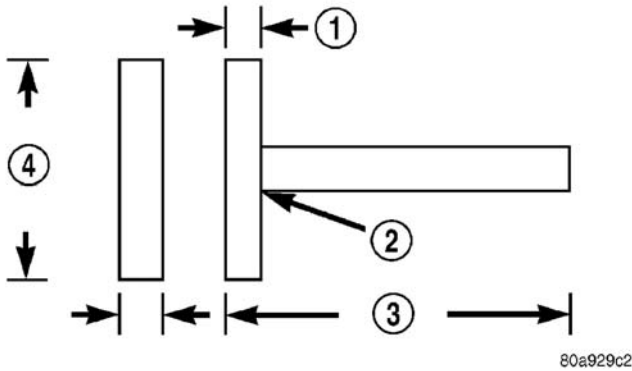

图 6 拆卸插座的工具
- （4）轻轻地摇动卡环钳，将基座从固定环拉出。可以做一个工具来完成这项作业。参见（图 6）。